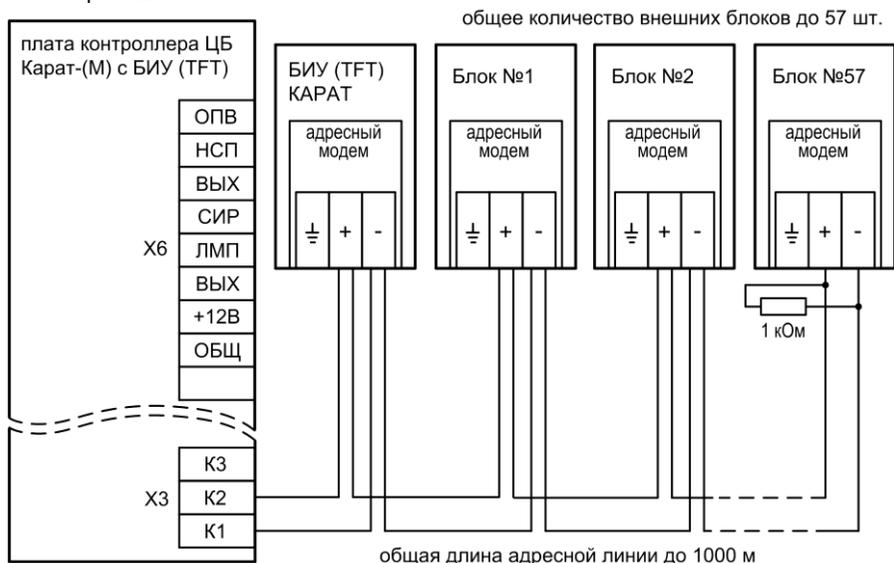

Рис.12 Подключение к ЦБ БИУ и внешних блоков
Подключение блоков расширения к прибору осуществляется по 2-х проводной адресной линии. В блок, который является последним в цепочке, устанавливается оконечный резистор 1 кОм – см. рис.12.
8). Подключите блок к адресной линии (рис.12).